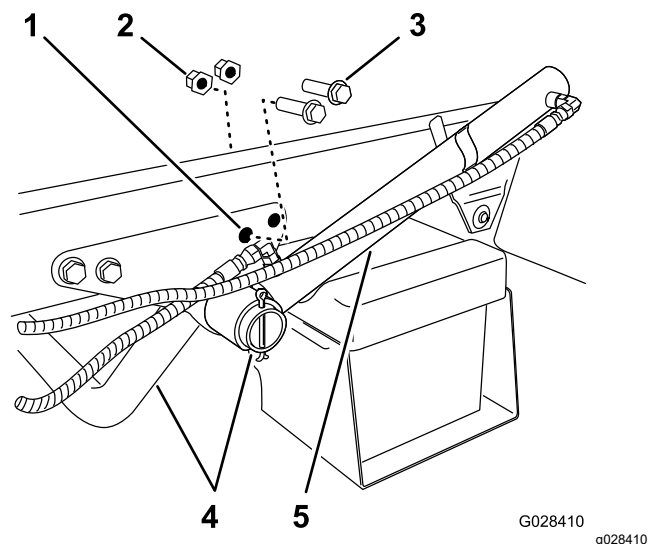

Рисунок 6
которые крепят опорный кронштейн трубы двигателя к раме машины (Рисунок 6).
2. Поверните гидроцилиндр подъема, чтобы получить зазор, необходимый для установки прижимного кронштейна для рамы бака (Рисунок 6).